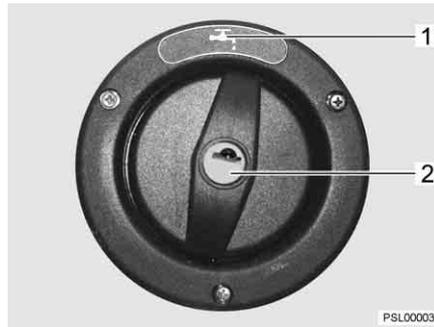

Fig. 39 Tapa de cierre para el tubo de llenado de agua potable
- ▷ El tubo de llenado de agua potable está identificado con el símbolo "☺" (Fig. 39,1).
- Introducir la llave en el cilindro de cierre (Fig. 39,2) y girar en sentido contrario a las agujas del reloj.